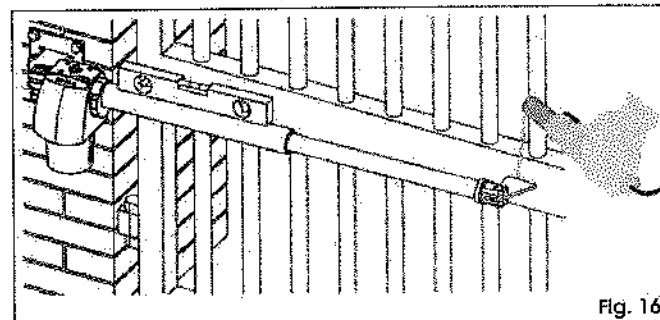

Fig. 16
9. Acerque el tubo del operador a la hoja hasta que la brida anterior se apoye a la hoja (Fig. 16).
10. Compruebe, con un nivel de burbuja, la perfecta horizontalidad del operador y fije provisionalmente la brida anterior con dos puntos de soldadura (Fig. 16.).